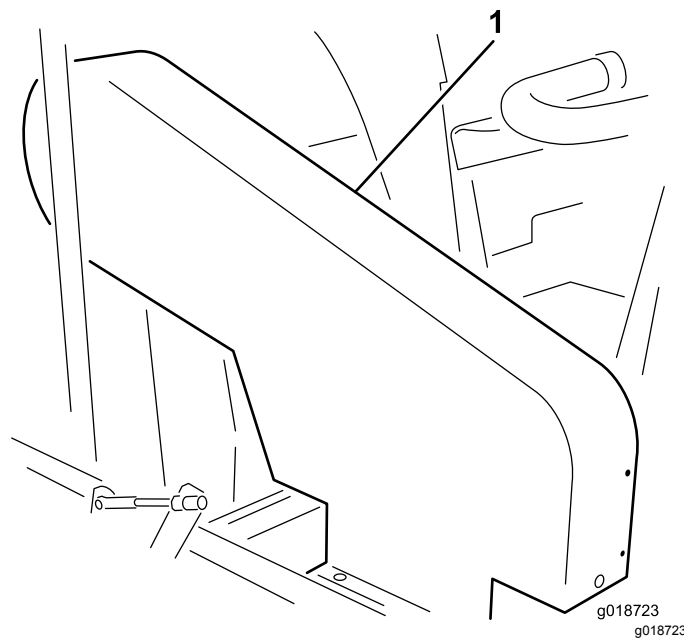

Figure 19
**Remarque:** Il n'est pas nécessaire de déposer le protège-courroie supérieur (Figure 19) pour contrôler la tension de la courroie. Si vous déposez le protège-courroie, retirez les 4 boulons, rondelles et écrous qui le fixent sur le cadre. N'utilisez jamais la machine sans les protège-courroie.
Contrôlez la tension de la courroie en exerçant une force de 18 à 22 N sur le brin à mi-chemin entre la poulie de la turbine et la poulie d'embrayage. La courroie doit présenter une flèche de 1,3 cm. Si la flèche n'est pas correcte, voir Réglage de la courroie d'entraînement de la turbine \(page 26\). Si la flèche est correcte, continuez normalement (Figure 19).
Contrôlez la tension de la courroie en exerçant une force de 18 à 22 N sur le brin à mi-chemin entre la poulie d'arbre intermédiaire et la poulie d'embrayage. La courroie doit présenter une flèche de 6 mm. Si la flèche n'est pas correcte, voir Réglage de la courroie de l'arbre intermédiaire \(page 27\). Si la flèche est correcte, continuez normalement (Figure 19).
1. Retirez les 4 boulons, rondelles et écrous qui fixent le carénage supérieur au cadre (Figure 19).